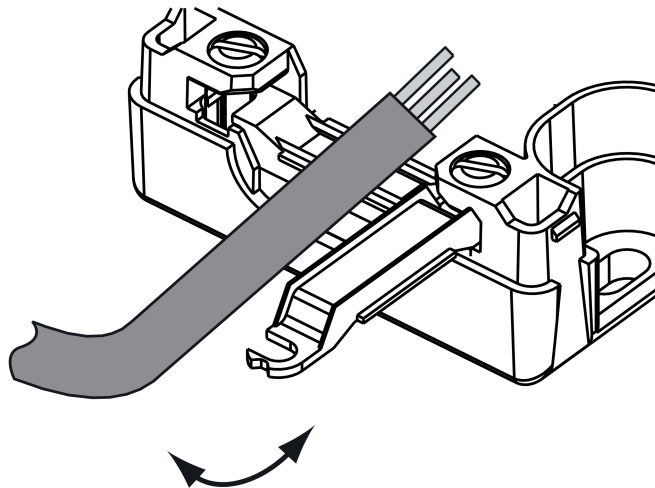

Bild 2: Dragavlastningen
- Sörja för dragavlastning (bild 2).